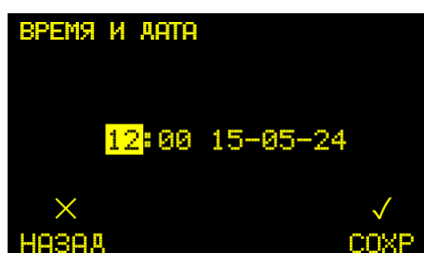

Рисунок 15 – Время и дата
2.4.3.1 В подразделе «ВРЕМЯ И ДАТА» осуществляется настройка текущих времени и даты (см. рисунок 15). Выбор редактируемого разряда происходит с помощью кнопок  и , изменение параметра с помощью кнопок  и .